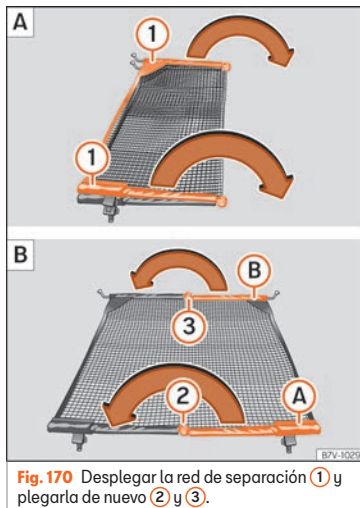

Fig. 170 Desplegar la red de separación ① y plegarla de nuevo ② y ③.
Desplegar totalmente las varillas transversales de la red de separación » **fig. 170 ①** en la dirección de la flecha hasta que se oiga un “clic”.
- Pulse el botón de desbloqueo » » fig. 170 ② y pliegue la varilla (A) en la dirección de la flecha con el botón de desbloqueo pulsado.
- Pulse el botón de desbloqueo » » fig. 170 ③ y pliegue la varilla (B) en la dirección de la flecha con el botón de desbloqueo pulsado.